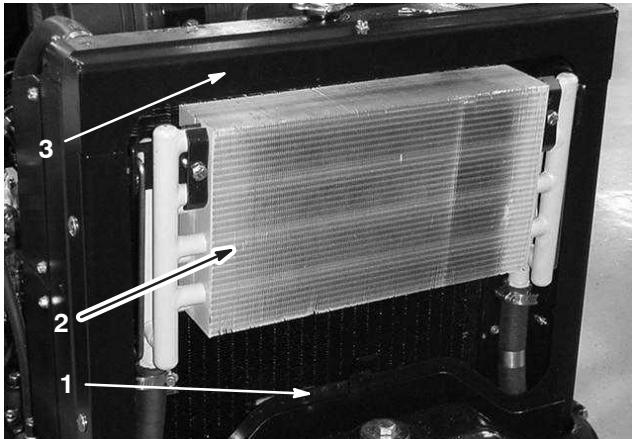

Bild 43
2. Entfernen Sie die Zugangsplatte (Bild 43).